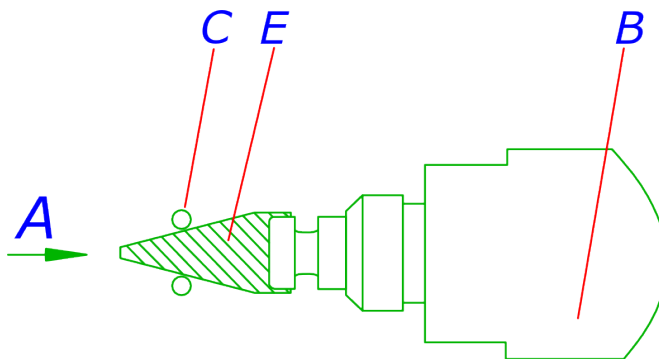

Fig A.6 – Montaje de la Junta de Sellado en el Regulador de Presión
- Instale el montaje E (Incluido en el equipo completo de distribución) en el regulador de presión B (Fig. A.6). A continuación ajuste el anillo C a través del montaje E.